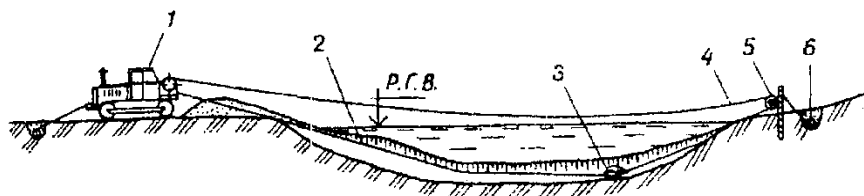

Рис. 2. Схема работы канатно-скреперной установки
1.66.40. Нормами таблицы Н-66-01-005 предусмотрено устройство подводной траншеи канатно-скреперной установкой (рис. 2) в песчано-илистых, гравелистых и глинистых грунтах при длине разрабатываемых траншей до 150 м.